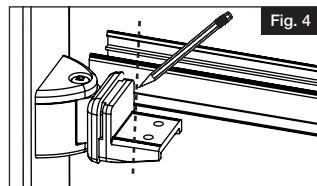
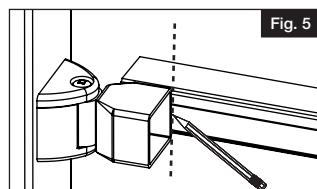
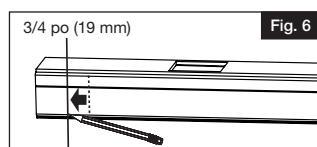

Fig. 4
Fig. 5
Fig. 6
- b. Placer la section de rampe à l'angle désiré, et faire des marques sur la main courante (Fig. 4) et la lisso (Fig. 5).
- a. Dans le cas de la lisso, ajouter 3/4 po (19 mm) vers l'extrémité de la lisso ou le poteau (Fig. 6) aux marques faites sur la section à l'étape 3 (Fig. 5), et couper la section à l'emplacement de ces marques.
- b. Dans le cas de la main courante, couper la section directement à l'emplacement des marques faites à l'étape 3 (Fig. 4).